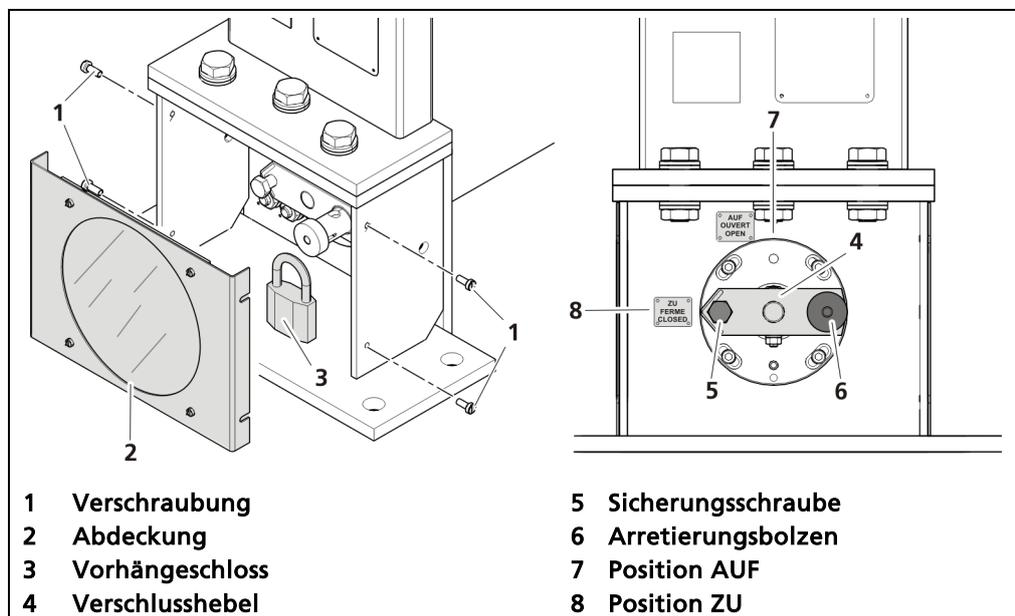

Abb. 16 Bedienung Stabstrahlerabschirmung
1. Lösen Sie die Verschraubung (Abb. 16, Pos.1) und entfernen Sie die Abdeckung (Abb. 16, Pos.2).
2. Entfernen Sie ggf. das Vorhängeschloss (Abb. 16, Pos.3) und die Sicherungsschraube (Abb. 16, Pos.5).
3. Ziehen Sie am Arretierungsbolzen (Abb. 16, Pos.6) und drehen Sie den Verschlusshebel (Abb. 16, Pos.4) in die geforderte Position (AUF / ZU).
4. Rasten Sie den Arretierungsbolzen (Abb. 16, Pos.6) in der neuen Position wieder ein.